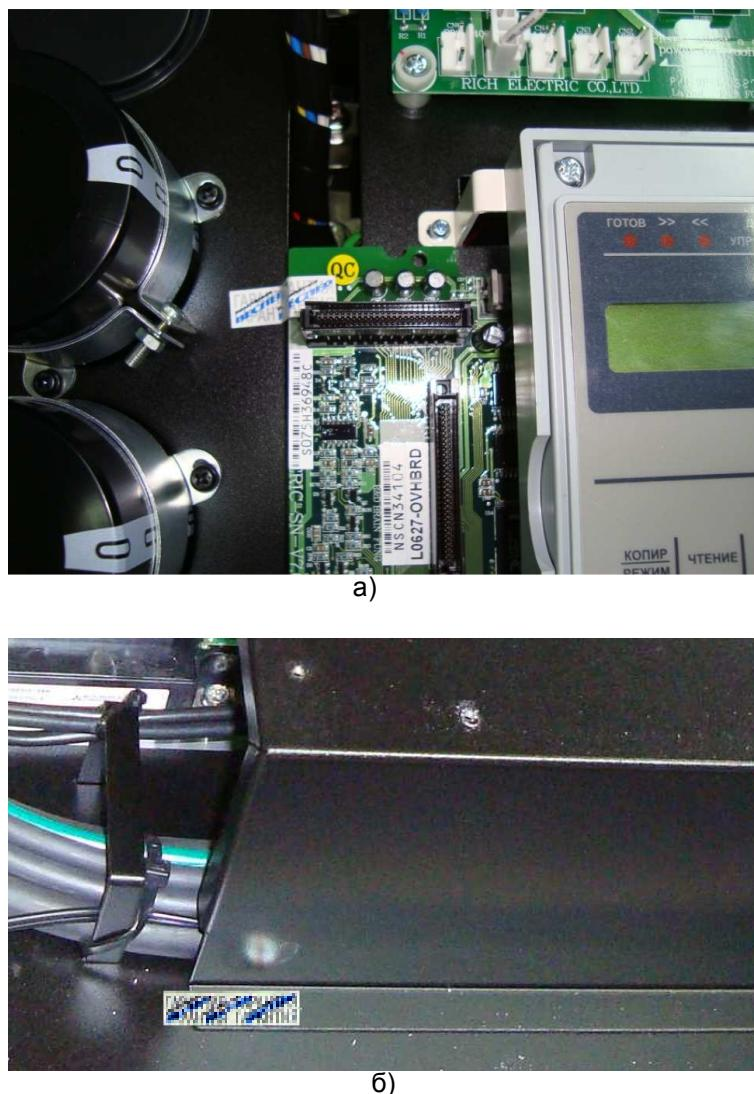

Рис. 8.3. Расположение гарантийных наклеек (ремонтных).
- Наклеить ремонтные гарантийные наклейки в соответствии с рис. 8.3а,б.